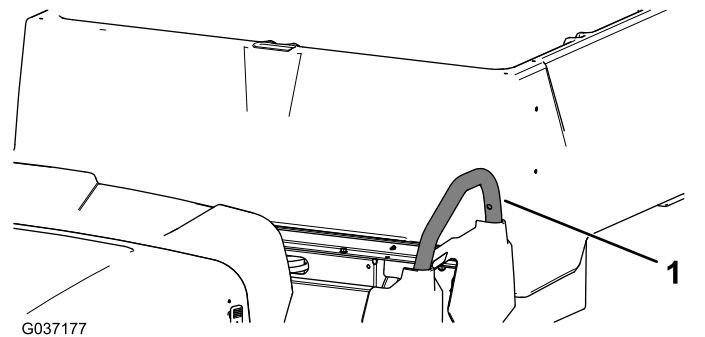

Figur 8
1. Ta bort den bakre skumpackningens skyddspapper och fäst packningen på maskinen enligt Figur 8.